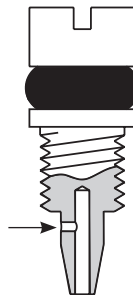

Abb. 22
5.2.1 Demontage und Reinigung der Stellschraube zur Einstellung der Empfindlichkeit (siehe Abb. 22):